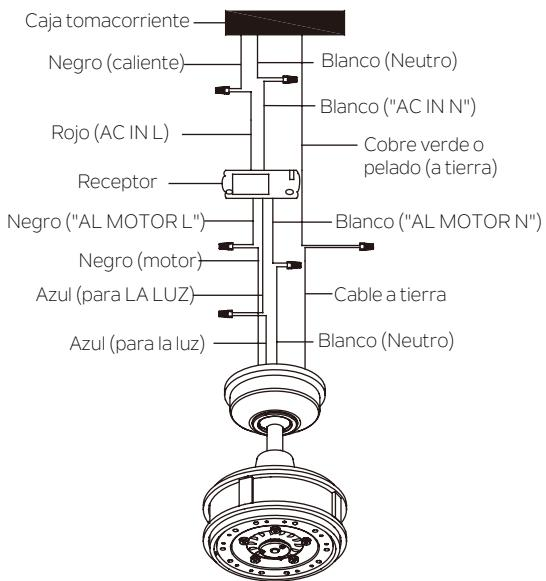

Fig. 16
Asegure todas las conexiones de cables con los conectores de cable de plástico provistos. (Fig.16)
**Paso 3.** Conectar los cables a TIERRA (VERDE) de la bola de suspensión y el soporte de montaje, a la TIERRA (VERDE o COBRE PELADO) de la casa. Asegure la conexión del cable con los conectores de plástico provistos. Luego de conectar los cables, sepárelos para que los cables verde y blanco estén a un lado de la caja de tormacorrientes y los cables negro y azul al otro lado. (Fig.16)